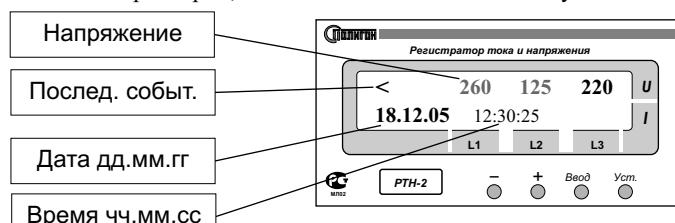
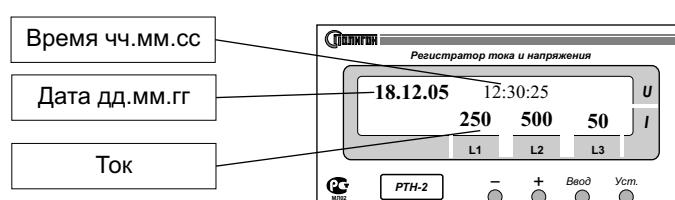

Рис.2
Рис.3
4.1.3. Для просмотра записанных событий необходимо нажать кнопку «Ввод», при этом на дисплее высветится запись последнего события аварийной ситуации по напряжению (рис.2) или по току (рис.3), причем значения напряжения и тока, несоответствующие заданным параметрам, мигают. Нажатием на кнопку «-» можно